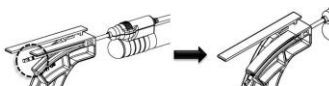

Figura 2
- Prima di procedere alla curvatura (**Figura 2**), assicurarsi che la striscia nera più larga presente sulla cannula si estenda oltre l'estremità dell'ala di curvatura. Se la suddetta striscia non si estende oltre l'estremità dell'ala, il manipolo potrebbe non funzionare correttamente dopo essere stato sottoposto a curvatura.
**NOTA:** la punta della cannula per i manipoli da 15 ga, 10 cm e 13 ga, 10 cm non si estende sopra la linguetta di curvatura come illustrato in **Figura 2**. Per questi manipoli, inserire semplicemente (fino al punto limite) nello strumento di curvatura prima della curvatura.